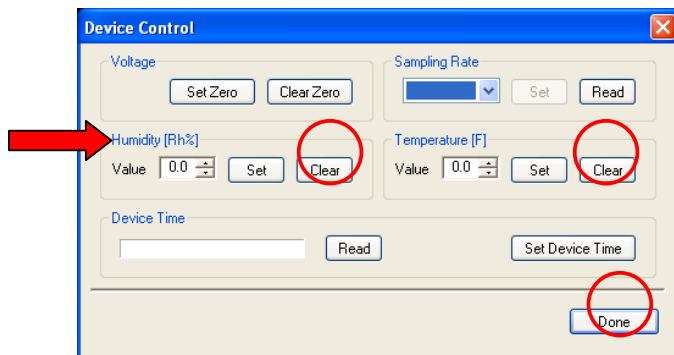

図 22: 工場設定の温度と湿度のバイアスをクリアします
1. **Edit** のメニューを開き **Device Control** (図22) を選択します。